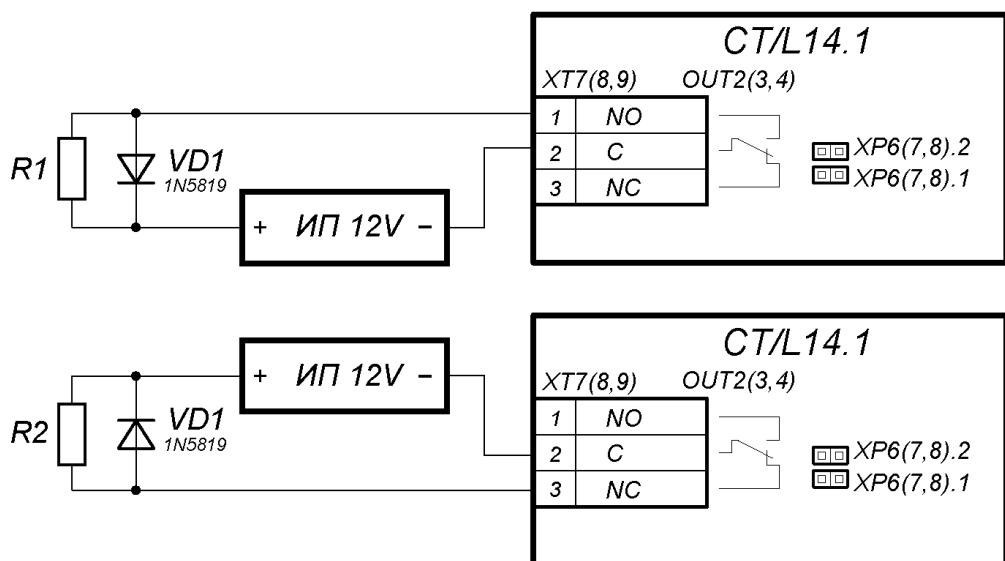

Рисунок 12. Схема подключений дополнительного оборудования к репейным выходам контроллера
1. Типовые схемы подключения дополнительного оборудования представлены на рис. 12, 13, 14.
При подключении к выходам дополнительного оборудования с индуктивной нагрузкой (Rn) необходимо использовать диод искрозащиты (**VD1** на рис. 12). Например, диод Шоттки, рассчитанный на рабочий ток не менее 1А (1N5819).